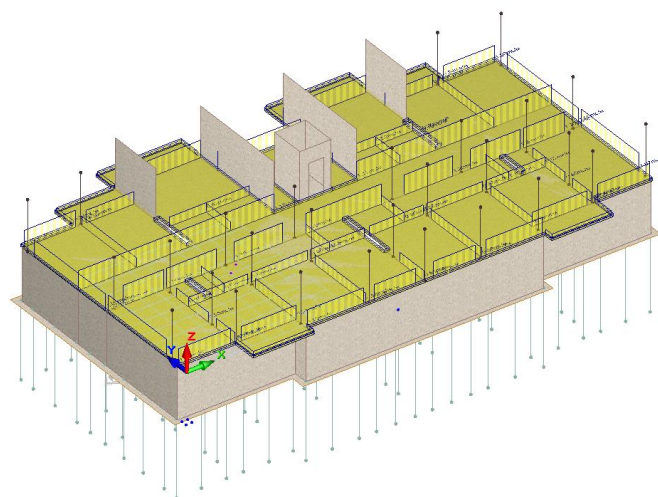

Рис.14.24. Аналитическое представление модели
- Для того чтобы переключиться в аналитическое представление щелкните по кнопке  - **Аналитическая модель** (рис.14.24) на панели инструментов **Визуализация**.